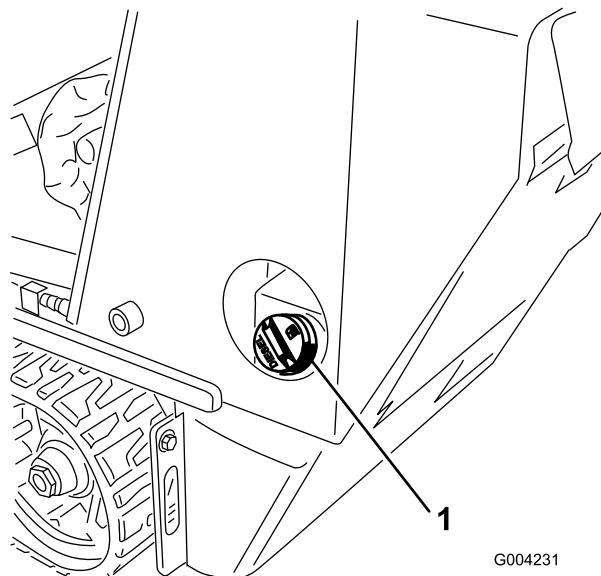

Figura 16
1. Rimuovere il tappo dal serbatoio del carburante (Figura 16).